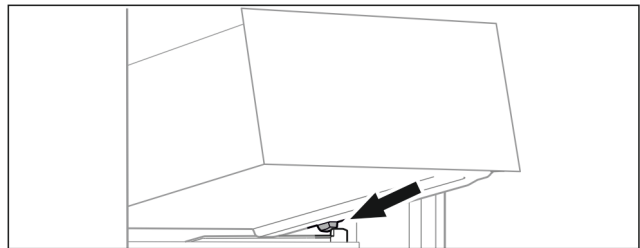

Fig. 35
► Lade schuin achter de stoppers op containerrib plaatsen. (zie Fig. 35)